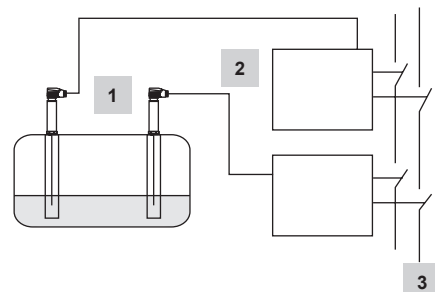

Fig. 10
- Fig. 10** Combinatie bestaande uit 2 niveausondes LP40 en 2 niveauschakelaars LCS3050 als waterniveaubegrenzer. De niveauschakelaar opent twee afzonderlijke veiligheidscircuits. Functionele veiligheid IEC 61508, SIL 3. Verdere toepassingen in overeenstemming met nationale voorschriften